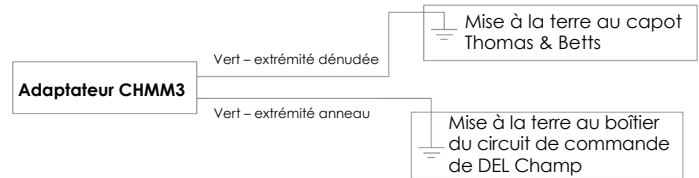

Figure 3
5. Branchez l'un des fils de mise à la terre de l'adaptateur CHMM3 au fil de mise à la terre du luminaire de la série Champ à l'aide des connecteurs de fils ou des capuchons de connexion. Voir la figure 3.
7. Assurez-vous que le capot Thomas & Betts est branché à la terre. Branchez l'extrémité dénudée du fil de mise à la terre de l'adaptateur CHMM3 au capot Thomas & Betts, comme montré à la Figure 3. Assurez-vous que le fil de mise à la terre du CHMM3 est solidement fixé aux fils de mise à la terre appropriés ou aux cosses fournies avec le luminaire de série Crouse-Hinds et le capot Thomas & Betts.